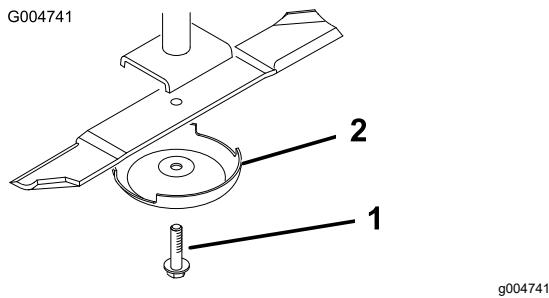

Figura 25
4. Retire del eje de la cuchilla el perno de la cuchilla, el protector de césped y la cuchilla (Figura 25).